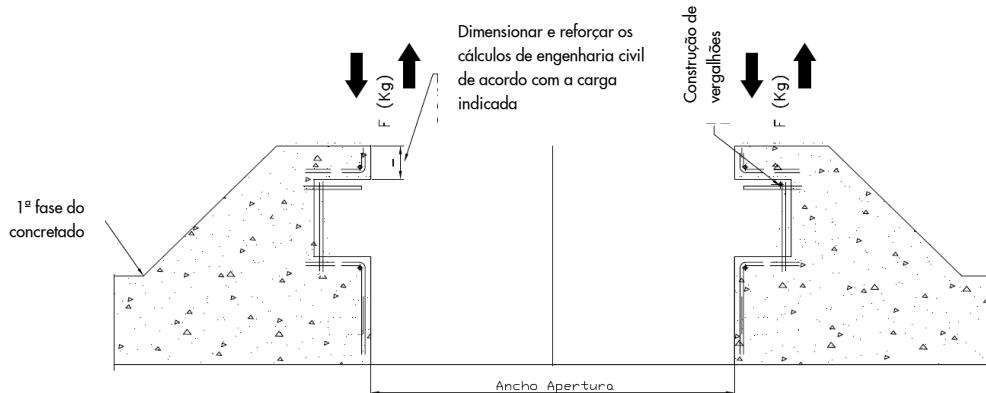

Figura 6
- A obra civil deve estar preparada para alojar a comporta (ver Figura 6). Para isso deve-se deixar um pilar e um canal no concreto. (ver desenho de aprovação para dimensão da abertura)